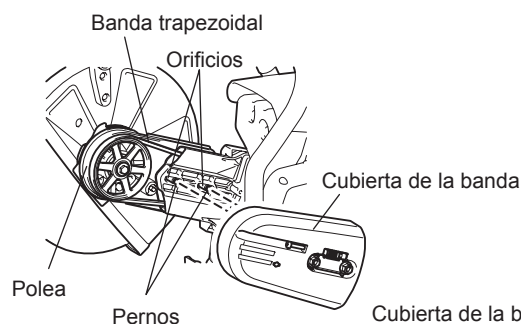

Fig. 6
- Voltee el aditamento extraído, pase el perno a través del orificio y reinstálelo en la dirección B. (Fig. 6)
- Reinstale la banda trapezoidal a la polea. (Fig. 6)